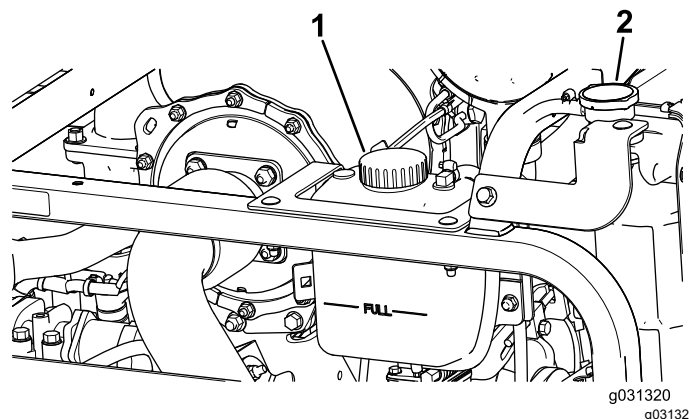

Figure 85
1. Retirez le bouchon du radiateur et le bouchon du vase d'expansion avec précaution (Figure 85).
2. Vérifiez le niveau de liquide de refroidissement dans le radiateur (Figure 85).